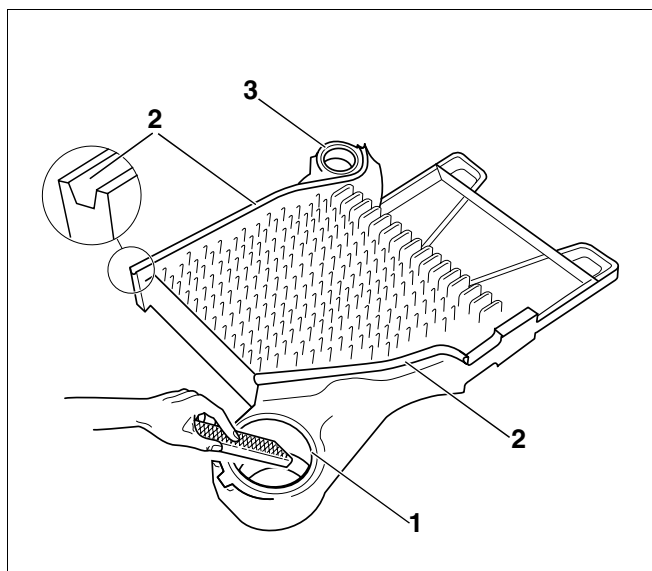

Fig. 6 Debavurarea alezajelor cazanului
- Elementul final se poziționează pe podea cu nervurile în sus (fig. 6).
- Butucul cazanului (fig. 6, **poz. 1 și 3**) se curăță cu schmirgel și lavete.
- Se înlătură eventualele bavuri de la butucul cazanului (fig. 6, **poz. 1 3**).
- Se curăță canelurile de etanșare (fig. 6, **poz. 2**) cu o perie de sârmă și lavete.